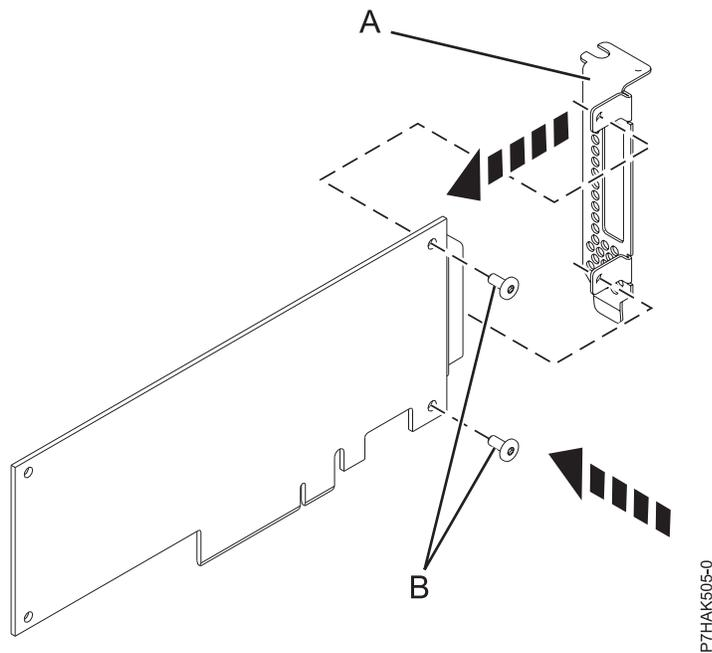

Figura 52. Fixar o contraponto de perfil baixo a um adaptador PCIe
14. Utilize uma chave de fendas phillips e os dois parafusos de fixação (B), ligue o contraponto (A) do adaptador PCIe avariado ao novo adaptador PCIe, como demonstrado na Figura 52 na página 54.